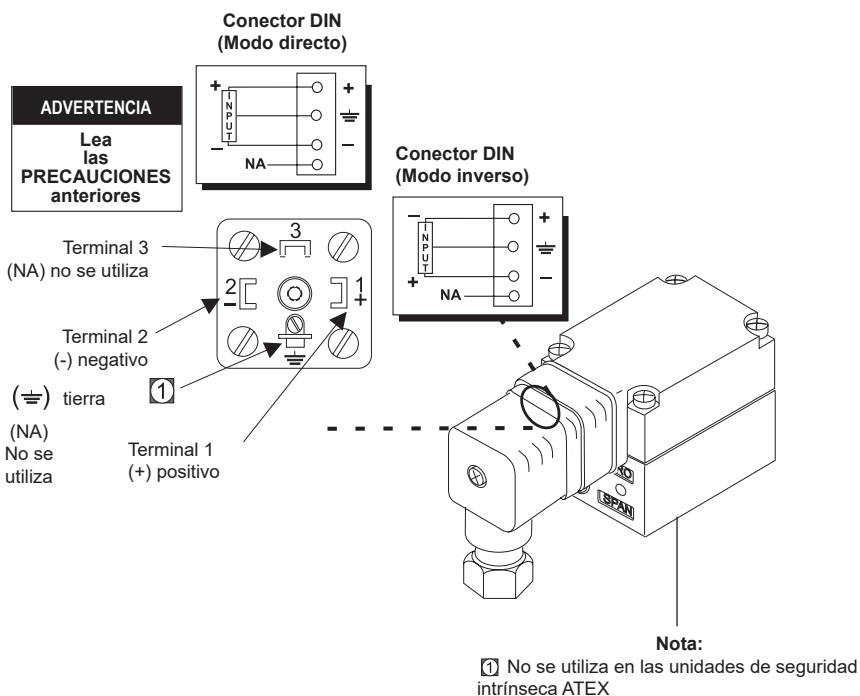

Fig. 6
Realice las conexiones como se muestra en la Fig. 6.
1. Conecte la señal de entrada al convertidor como se muestra en la Fig. 6.
5. Conecte la señal de entrada al convertidor como se muestra en la Fig. 6.